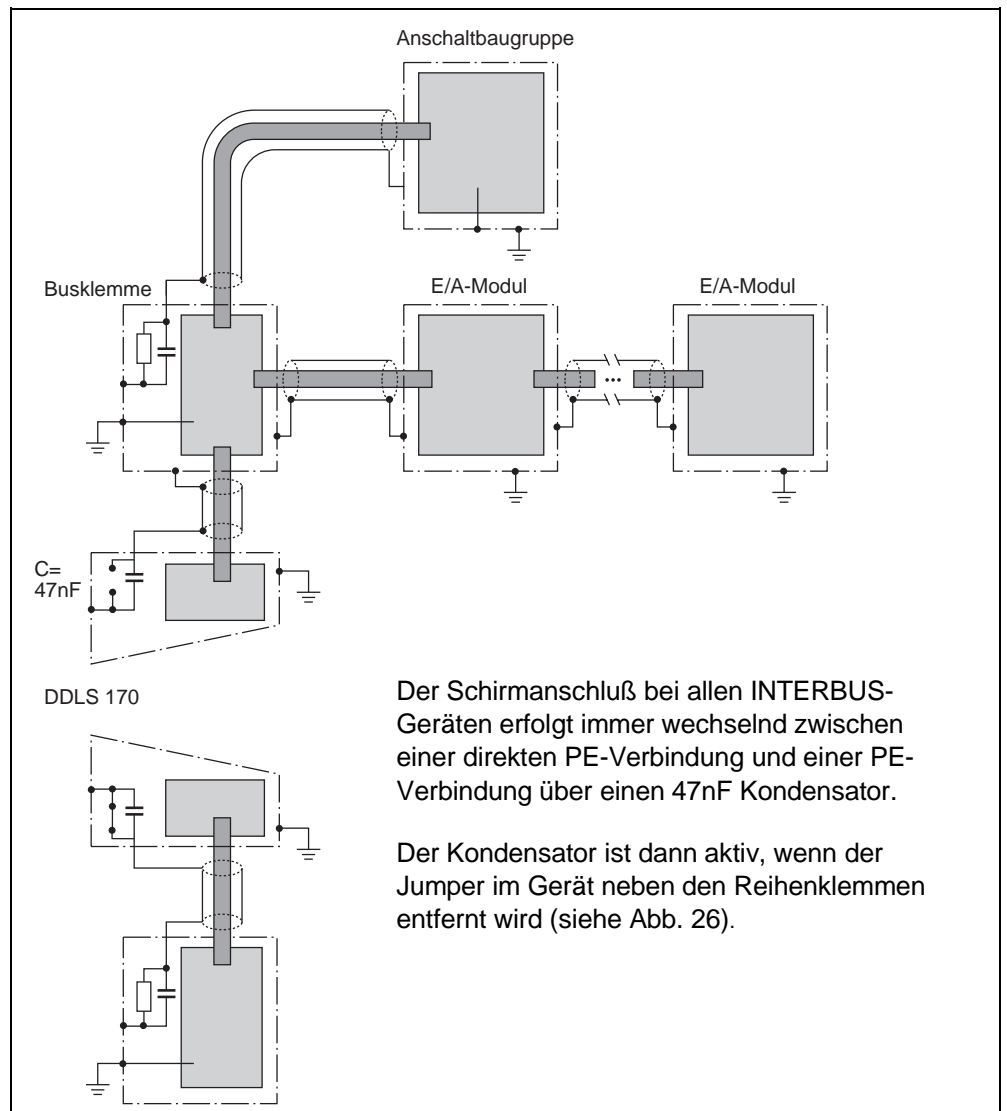

Abb. 25: Schirmung DDLS 170 - INTERBUS
- Schirmung nach Abb. 25 anschließen.